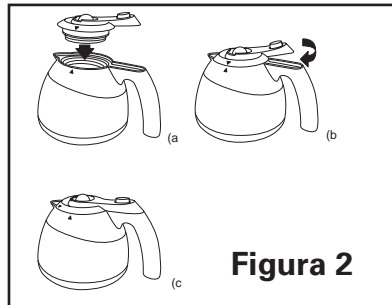

Figura 2
5. Llene la garrafa con agua fría. Alce la Tapa de la Cafetera que se encuentra en la parte superior de la cafetera y vierta lentamente el agua desde la Garrafa Térmica en la Cámara de Agua, hasta el nivel deseado de acuerdo con el número de tazas (1-8). Vuelva a colocar la tapa de la garrafa alineando las flechas en la Tapa de la Garrafa con las del cuerpo de la Garrafa y gire en el sentido de las agujas del reloj hasta que las asas estén alineadas. (Vea la Figura 2).